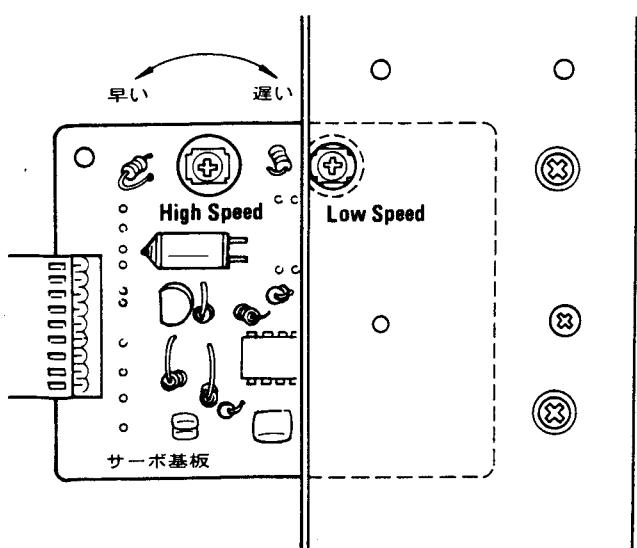

図1-10
- テープ速度が規格値に入っていないときは、テープ・デッキ左側面にあるサーボ基板上の半固定抵抗(High Speed)をまわして調整する。(図1-10参照)